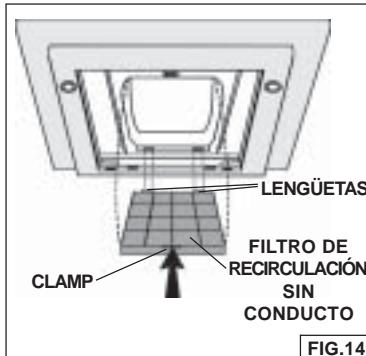

FIG.14
1. Para quitar el filtro de CARBÓN, empuje la lengüeta delantera del filtro. Tire del filtro para desconectarlo de las lengüetas posteriores. Fig. 14